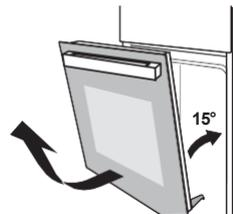

Рисунок 2
2. Прикрыть дверцу до угла примерно в 15°. Приподнять и медленно потянуть за дверцу по направлению извлечения из духовки. (Рисунок 2)